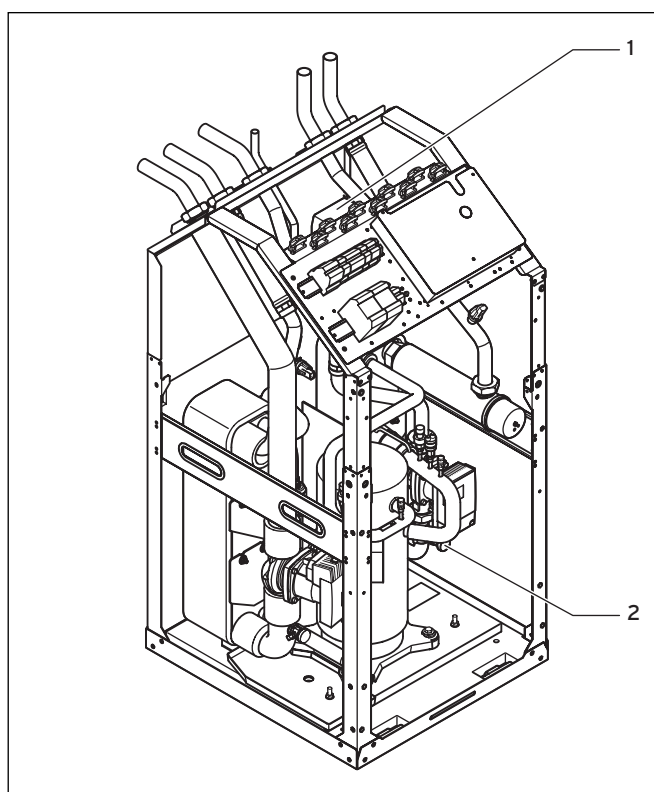

Abb. 6.1 Umschaltventil Heizung/Speicherladung und Füll- und Entleerungsventil des Heizkreises
- Drücken Sie dazu den weißen Umschalthebel (3) am Motorkopf des Umschaltventils Heizung/Speicherladung bis zum Einrasten in seine Mittelstellung. Dadurch sind beide Wege geöffnet und der Befüllvorgang wird verbessert, da vorhandene Luft im System entweichen kann.
- Nehmen Sie dazu die Schraubkappe am Füll- und Entleerungsventil des Heizkreises (→ **Abb. 6.1, Pos. 2**). ab